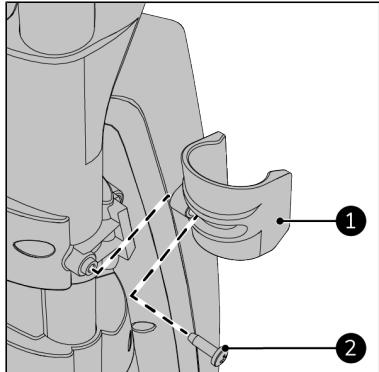

Abbildung 50.
1. Befestigen Sie die Halterung der Strahlpistole (Abbildung 50, Pos. 1) mit einer ST4,8x16-Schraube (Abbildung 50, Pos. 2) am Hauptkörper.